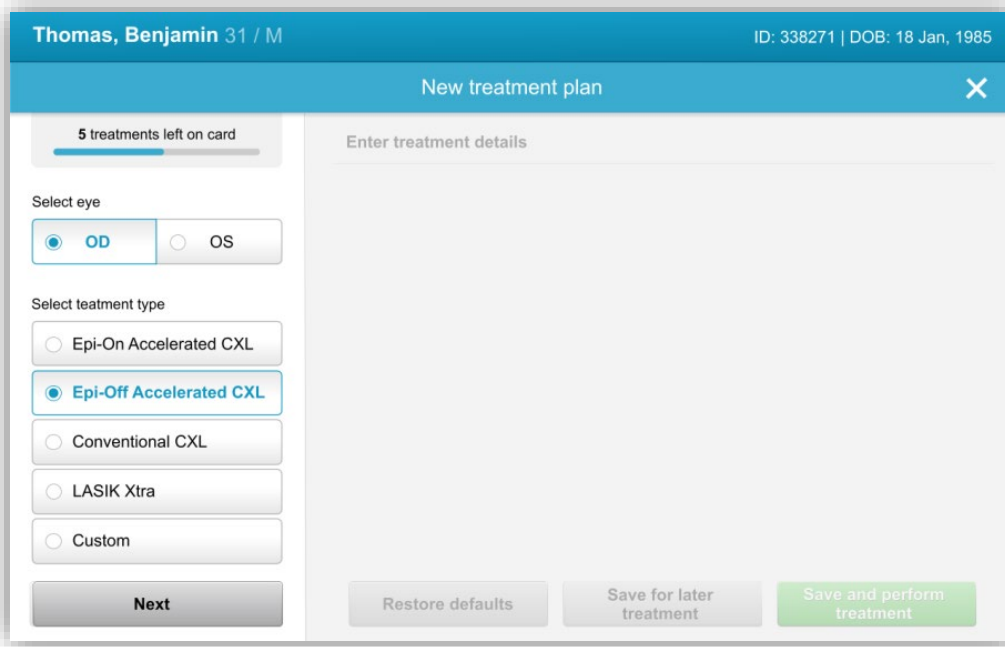

Abbildung 3-6. Behandlungsart wählen
- Das System ist wie in Abbildung 3-6 mit fünf vorab festgelegten Behandlungsplänen vorprogrammiert: